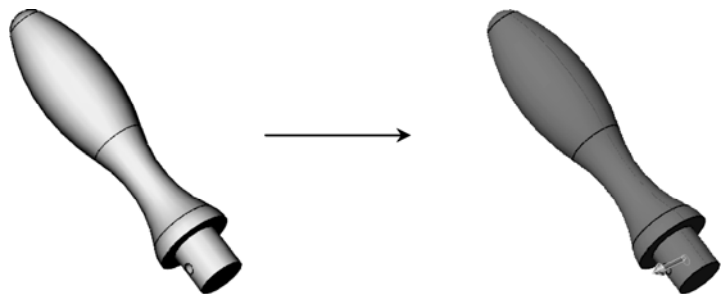
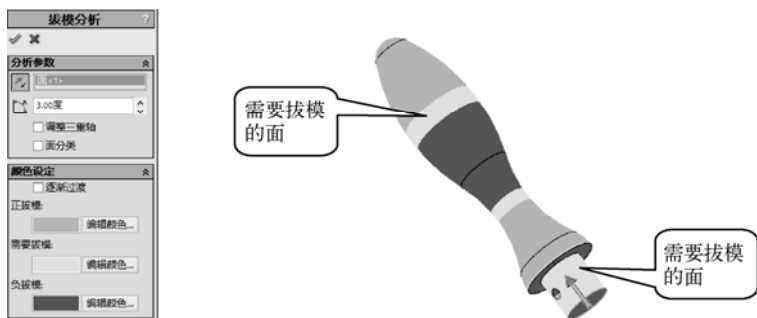

图 5-23 零件模型和分模后的型芯、型腔
图 5-24 拔模分析操作 1
本实例所使用的零件模型和分析后的界面如图 5-23 所示，下面讲解具体的操作。
STEP 1 打开本文提供的素材文件“手柄模具分析（素材）.SLDPRT”，如图 5-23 左图所示，单击“模具工具”工具条的“拔模分析”按钮，选择模型的底部平面，对模型进行拔模分析，如图 5-24 所示（用户可以尝试从此图中找到此方向分模需要拔模的黄色区域）。